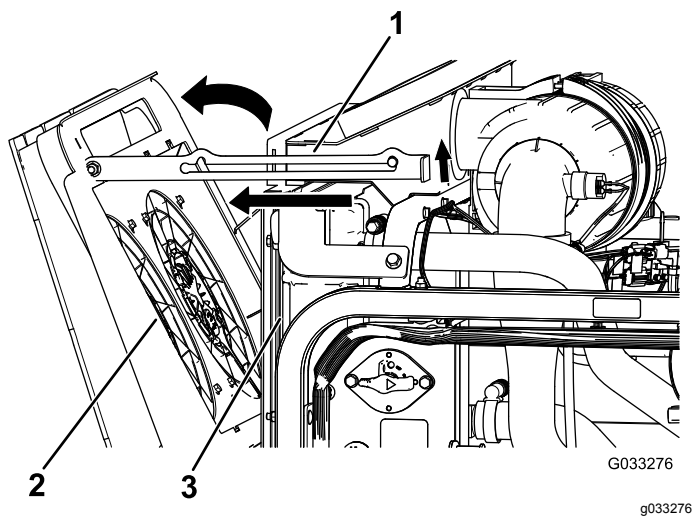

Figura 107
2. Ruotate le ventole di raffreddamento del motore all'indietro rispetto al radiatore e bloccate l'asta di sostegno nella tacca (Figura 107).